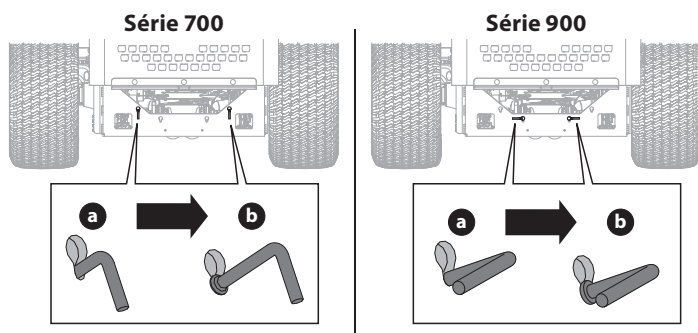

Figure 35
1. Pour engager les tiges de dérivation de la transmission, tirez la tige (a) vers le haut dans l'ouverture la plus large de la fente de la clé, puis tirez vers l'arrière jusqu'à ce que le collier de la tige passe à travers le cadre (Figure 35).
2. Redescendez la tige dans la petite ouverture de la fente de la clé, en veillant à ce que le collier soit fixé à l'extérieur du cadre (b). Répétez de l'autre côté (Figure 35).